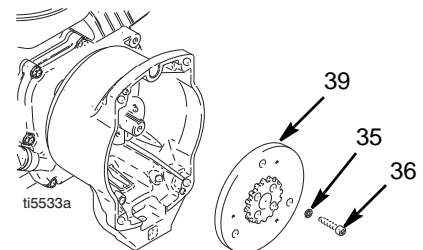

FIG. 7
9. FIG. 7. Brug en slagskruenøgle, eller sæt en genstand mellem koblingstændspolen (39) og koblingshuset for at holde motorakslen under afmontering.
10. Fjern de fire skruer (36) og låseskiverne (35).
11. Afmonter tændspolen (39).